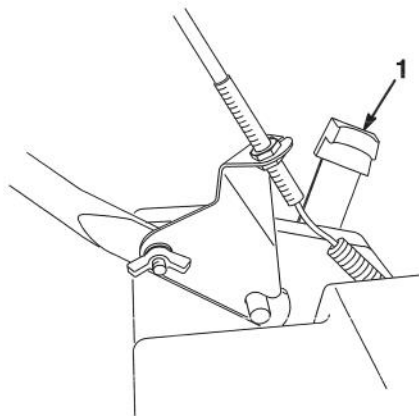

Figure 21
1. Pour changer la hauteur de coupe, tirer le levier de réglage en direction de la roue et l'amener sur la position désirée (Fig. 21).